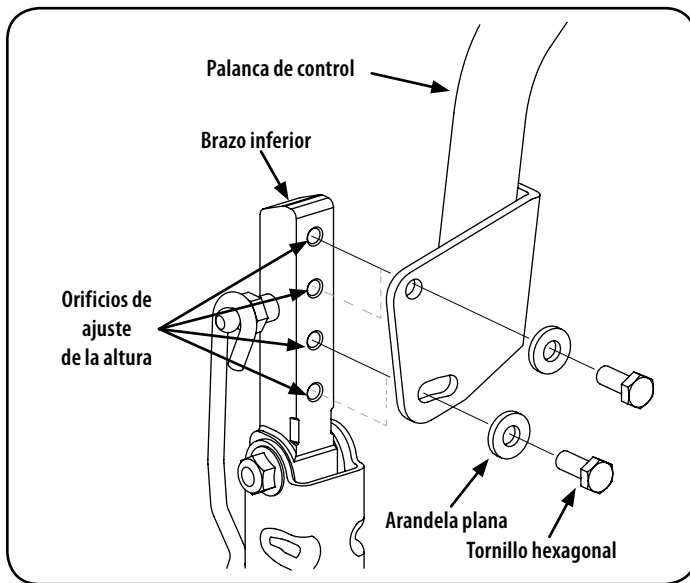

Figura 28
2. Mientras sostiene la palanca de control para evitar que caiga, quite el tornillo hexagonal y la arandela plana de la base de la palanca de control y del brazo inferior. Consulte la Figura 28.
1. Afloje el tornillo hexagonal si aún no lo aflojaron y rote la palanca de control hacia adelante o hacia atrás a la posición deseada. Vea la Figura 28.
5. Tire de los pasadores de liberación de la plataforma hacia afuera y ubique la plataforma según sea necesario para alinear los orificios de los brazos de elevación de la plataforma con los pasadores. Referir a la Figura 28.